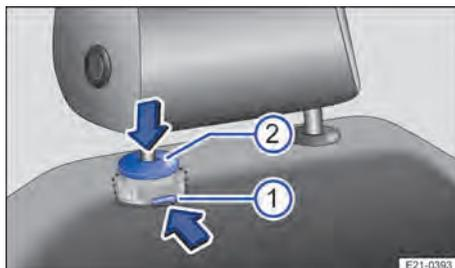

Fig. 73 Nos bancos dianteiros: mecanismo para remover o apoio para cabeça.
1. Pressionar o travamento → Fig. 73 ⓘ para frente no sentido da seta e mantê-lo pressionado.